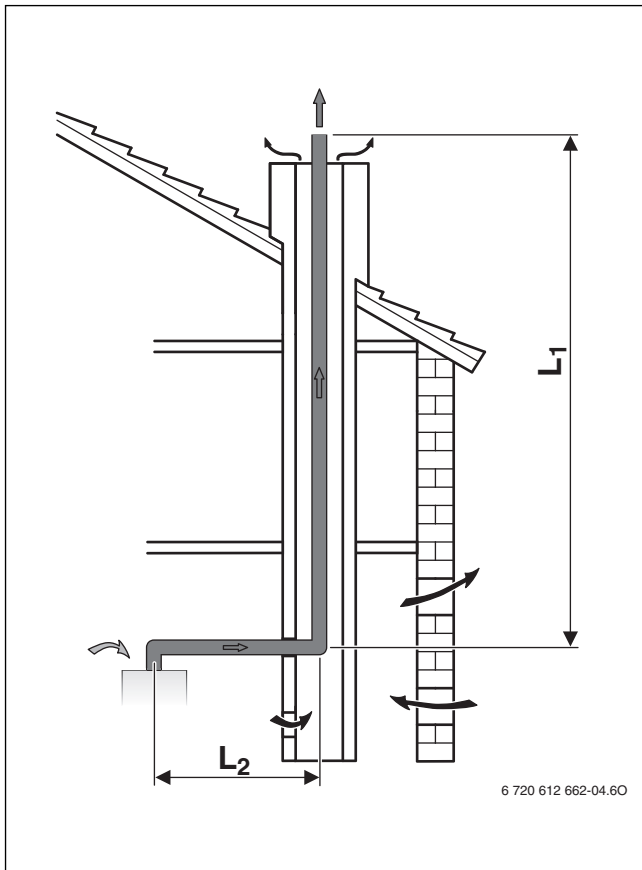

Fig. 16 Condotto di di evacuazione dei prodotti della combustione tramite cavedio secondo B₂₃
- Se lo scarico dei gas combusti avviene in un cavedio retroventilato (→ fig. 16, 17 e 19), la pulizia non è necessaria.